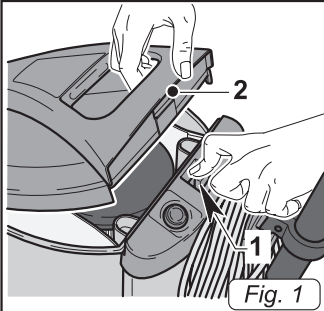
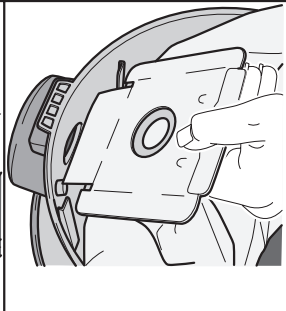

Fig. 1
Fig. 2
- Передвинуть защелку (1 Рис. 1) и снять крышку (2 Рис. 2).
- Проверить, чтобы внутри пылесоса был установлен бумажный мешок (3 Рис. 2).
- Если бумажный мешок (3 Рис. 2) отсутствует, установить его, вставив квадратную жесткую картонную часть в имеющееся в отсеке гнездо.